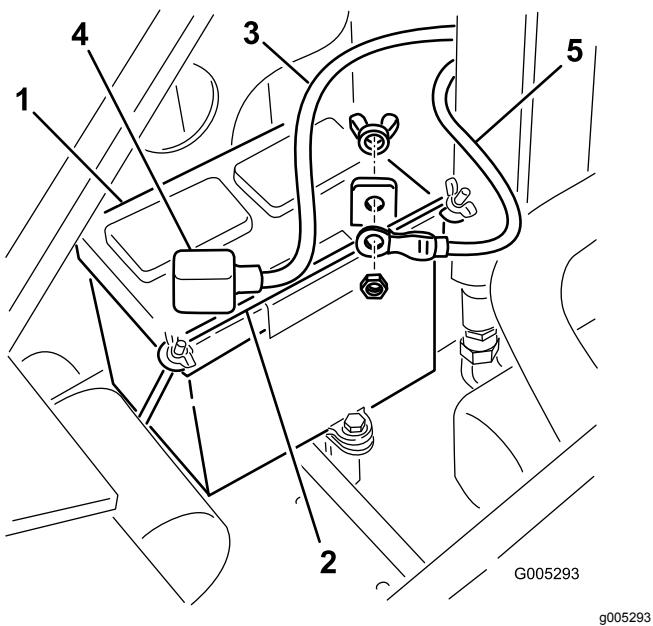

Рисунок 31
4. Снимите барашковые гайки и планку крепления аккумулятора (Рисунок 31).
5. Отсоедините отрицательный (черный) кабель от штыря аккумулятора (Рисунок 31). Сохраните крепежные детали.
7. Отсоедините положительный (красный) кабель от штыря аккумулятора (Рисунок 31). Сохраните крепежные детали.
- Используя ранее снятые крепежные детали, подсоедините положительный (красный) кабель к положительному (+) штырю аккумулятора (Рисунок 31).
- Используя ранее снятые крепежные детали, подсоедините отрицательный (черный) кабель к отрицательному (-) штырю аккумулятора (Рисунок 31).
- Прикрепите аккумулятор, используя планку и барабашковые гайки (Рисунок 31).